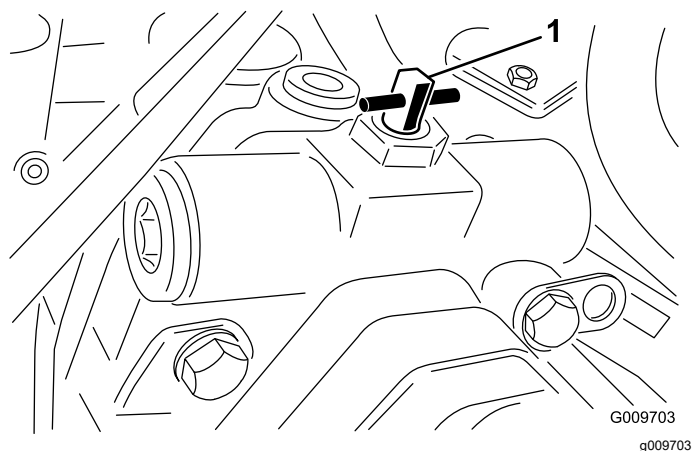

Figura 43
3. Rode a válvula de derivação 90° (1/4 de volta) em qualquer direção, para permitir a passagem interna do fluido (Figura 43).
2. Rode a válvula de derivação 90° (1/4 de volta) em qualquer direção, para permitir a passagem interna do fluido (Figura 43).